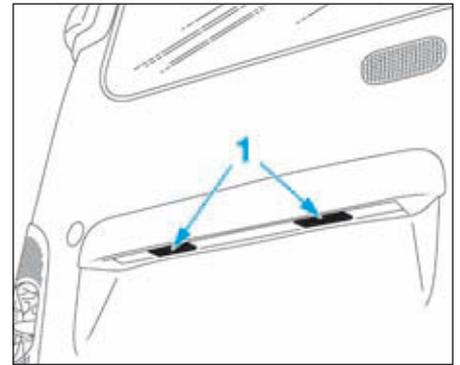

FIG.116
- Déposer l'écrou de fixation (1) (Fig.116).
- Extraire le 3e feu de stop (2) de la porte arrière.